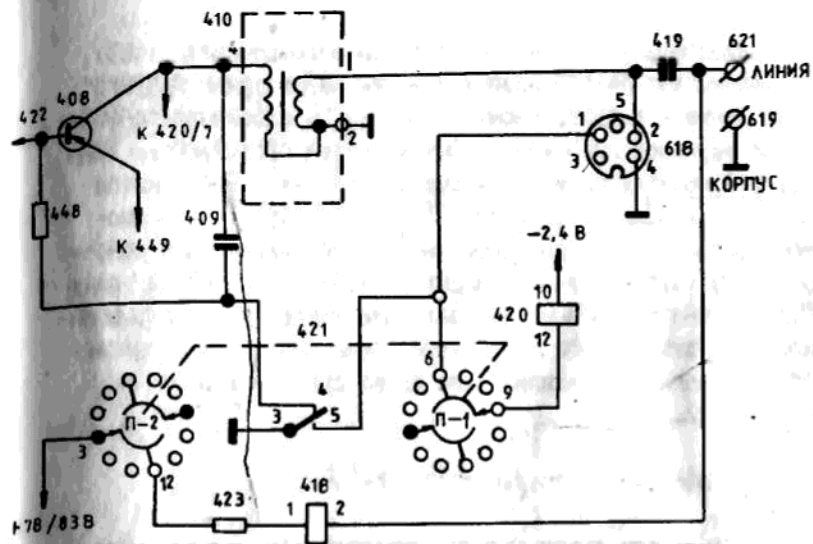

Рис. 6. Упрощенная принципиальная схема блока низкой частоты при положении переключателя (421) "ДИСТ."
Упрощенная принципиальная схема блока низкой частоты для случая дистанционного управления приведена на рис. 6. При нажатии разговорного клапана микротелефонной трубки телефонного аппарата через обмотку линейного реле (418) и резистор (423) протекает ток от цепи +78 В преобразователя напряжения.